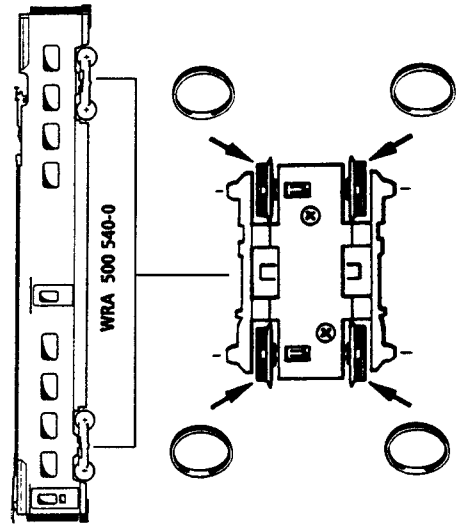

Fig. 9
1. Reinigung der Radstromkontakte: Radstromkontakte können auf unsauberen Schienen leicht verschmutzen. Bitte entfernen Sie **vorsichtig** mit einem kleinen Pinsel den **Schmutz** an den in Fig. 9 gekennzeichneten Stellen.
Les lames de contact risquent de s'encrasser rapidement sur des voies poussiéreuses. Veuillez **enlever la poussière** aux endroits marqués à la fig. 9.
1. Cleaning of wheel contacts: Wheel contacts easily get dirty on tracks which are not entirely clean. Use a small brush to **remove dirt** from spots marked in fig. 9.